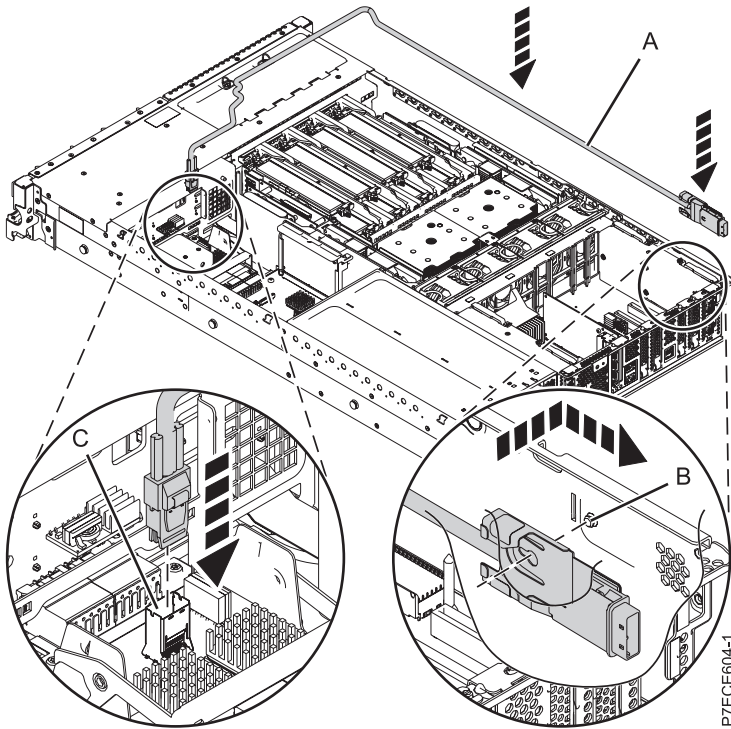

Figure 59. Remise en place du câble SAS
- 1) Enfoncez le mini-connecteur SAS du câble SAS dans le port de connexion SAS interne (C) de l'interposeur de stockage jusqu'à ce qu'il soit enclenché. Voir figure 59, à la page 70.
- 2) Faites passer le câble (A) devant le compartiment de la carte d'extension, puis le long du canal sur la face latérale jusqu'à ce que le connecteur du port SAS soit près de l'ouverture située à l'arrière du châssis.
- 3) Alignez et guidez l'emplacement du support du connecteur de port SAS (B) au-dessus du tenon dans le châssis, puis faites glisser le connecteur de port SAS dans l'ouverture située à l'arrière du châssis jusqu'à ce que la patte du support soit en place.